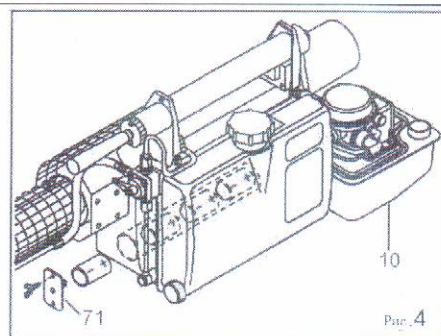

Рис. 4
3. Установите батареи как показано на диаграмме. Положительный полюс находится со стороны топливного бака (10), отрицательный полюс – на крышке батарейного отсека (71), рис. 4.